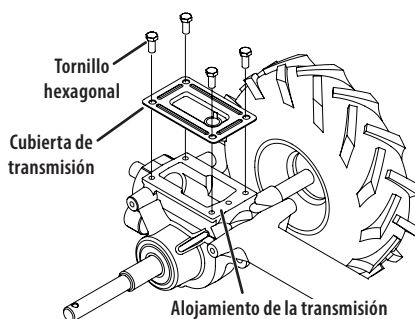

Figura 24
4. Retire toda la suciedad y limpie el área alrededor de la cubierta de transmisión. Vea la Figura 24.
5. Retire los cuatro tornillos hexagonales (5/16-18 x .75) asegurando la cubierta de la transmisión al eje de la transmisión y retire la cubierta. Vea la Figura 24.